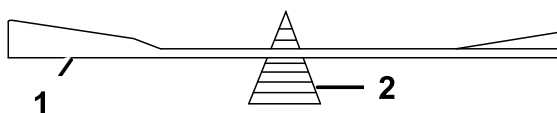

Figura 59
2. Controllate il bilanciamento della lama posizionandola su un bilanciatore (Figura 59).